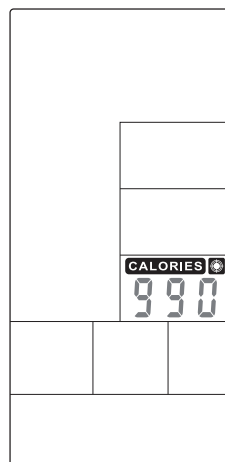

FIGURA 43
- Presione HACIA ARRIBA / ABAJO (TECLA 10 u 11) para ajustar el valor (Figura 43) y luego presione ENTER (TECLA 19) para confirmar.